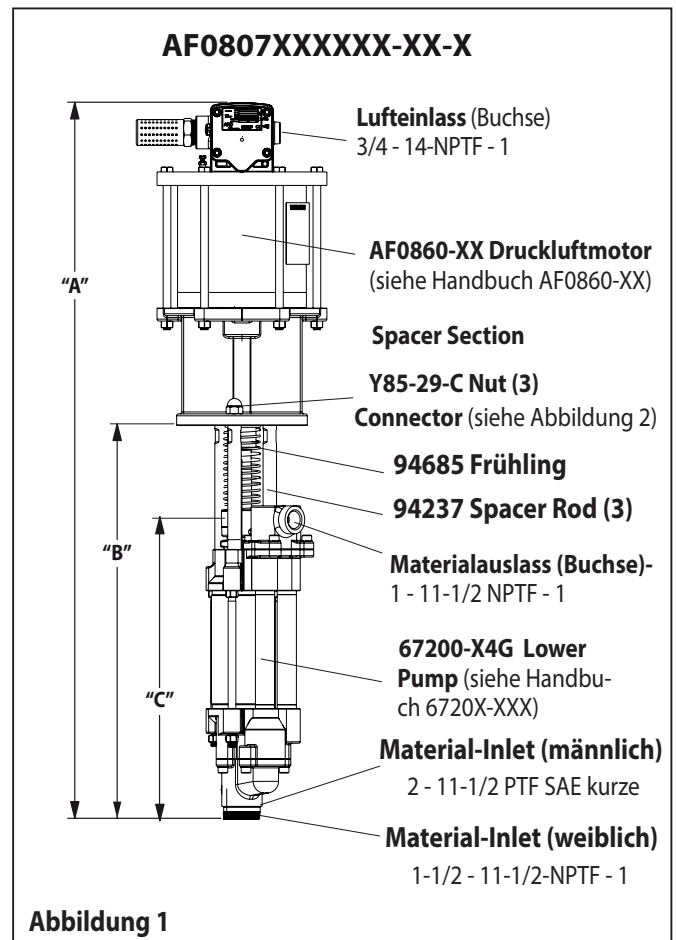

Abbildung 1
2. Retirez les trois écrous (Y85-29-C) les trois tiges d'espacement (voir figure 1).
2. Die drei (Y85-29-C) Muttern an den drei Abstandshalterstangen entfernen (siehe Abbildung 1).